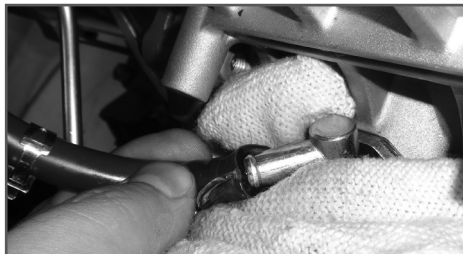

Рис. 11 Удаление воздуха из топливного шланга
4. Как только воздух выйдет, и из отверстия между топливным шлангом и входным штуцером топливного насоса начнет вытекать топливо (Рис. 11), быстро наденьте топливный шланг на штуцер топливного насоса. Установите на место топливного шланга.